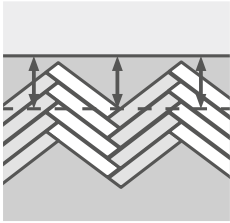

Рисунок 14
- 11.20 После завершения сборки четвёртого ряда необходимо прочертить по планкам линию, параллельную стартовой стене (см. п.11.5), как показано на рисунке (см. Рисунок 14).